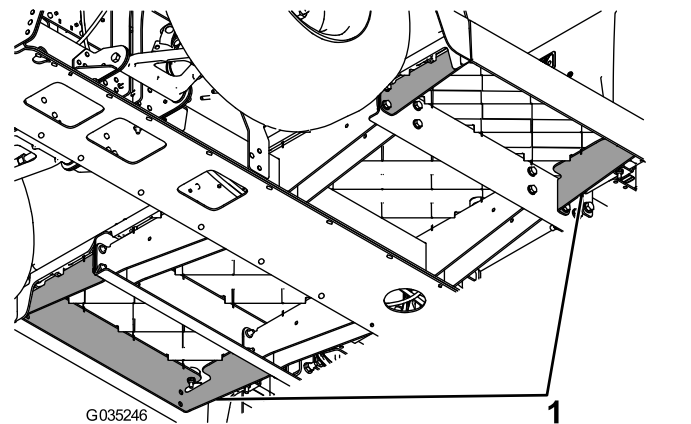

Bild 4
- Entfernen Sie eine der vorhandenen Bodenplattenstützen (Bild 4).
5. Entfernen Sie die andere vorhandenen Bodenplattenstütze (Bild 4).